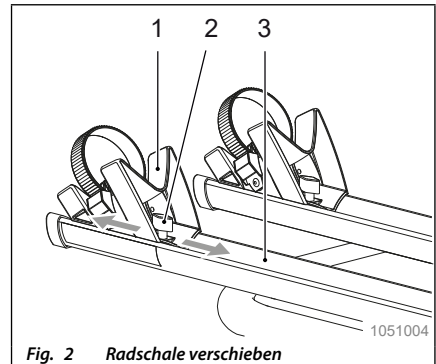

Fig. 2 Radschale verschieben
- Passen Sie die Lage der Radschalen (Fig. 2/1) an den Radstand des Fahrrads an:
- Lösen Sie die Flügelschraube (Fig. 2/2),